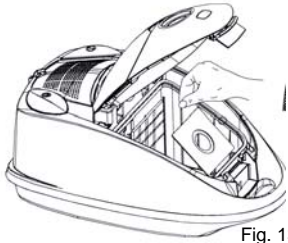

Fig. 13
2. Enfoncez le bouton de relâche du couvercle du sac à poussière et retirez le sac. (Fig. 13)
3. Retirez le sac à poussière HEPA du porte-sac, sans laisser la poussière s'en échapper. (Fig. 13)